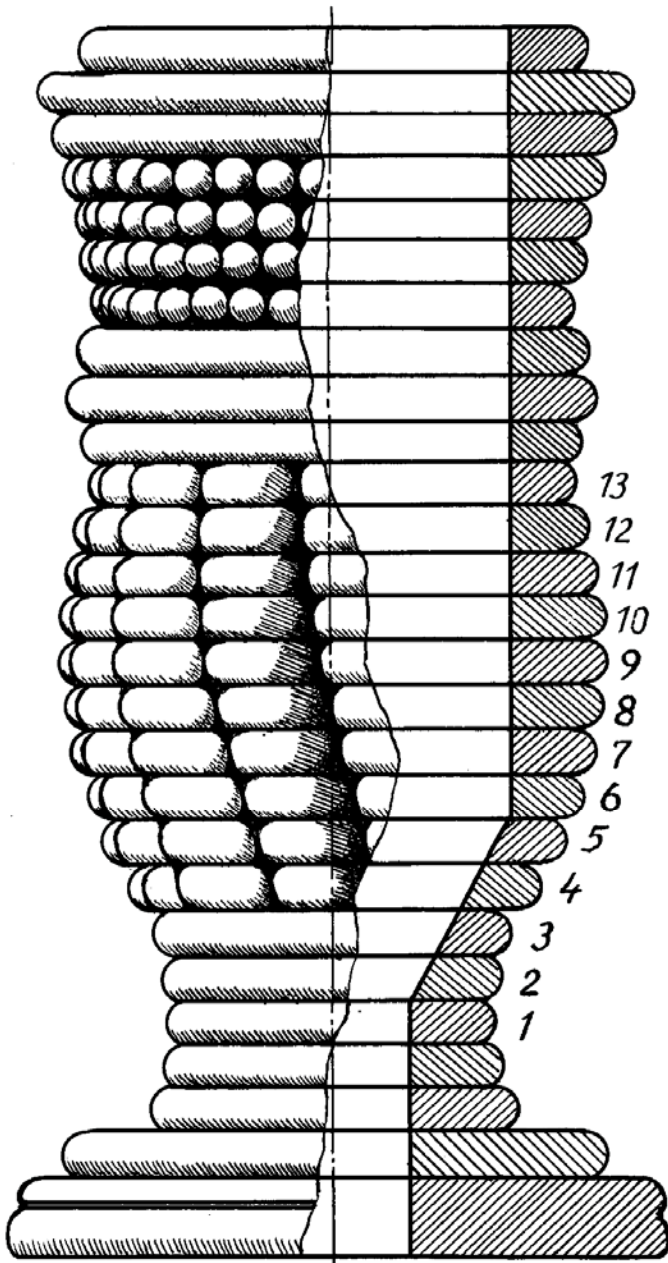

Рис. 2. Схема расположения колец на корпусе вазы.
**Выпиливание колец для корпуса вазы.** По чертежу, выполненному в натуральную величину вазы (рис. 2, 3 на с. 15), выбираем для начала участок от самых больших колец до самых маленьких (диаметром от 125 до 94 мм) в количестве 10 штук. Рассчитываем общую длину фанерной полосы толщиной 100 мм и шириной её концов 135 и 95 мм. Поперечными пропилами этой полосы напилим заготовки для расчётных колец. Пилу надо взять острую и мелкозубую, чтобы на обратной стороне фанеры не образовывались срывы волокон древесины. В противном случае надо с обратной стороны фанеры слегка смочить пропиливаемый шов и заклеить полоской бумаги. Так же надо поступить и с поперечными пропилами, чтобы в дальнейшем при выпиливании колец не было срывов волокон древесины. Опыт покажет, следует ли так действовать и при выпиливании самих дисков для колец.